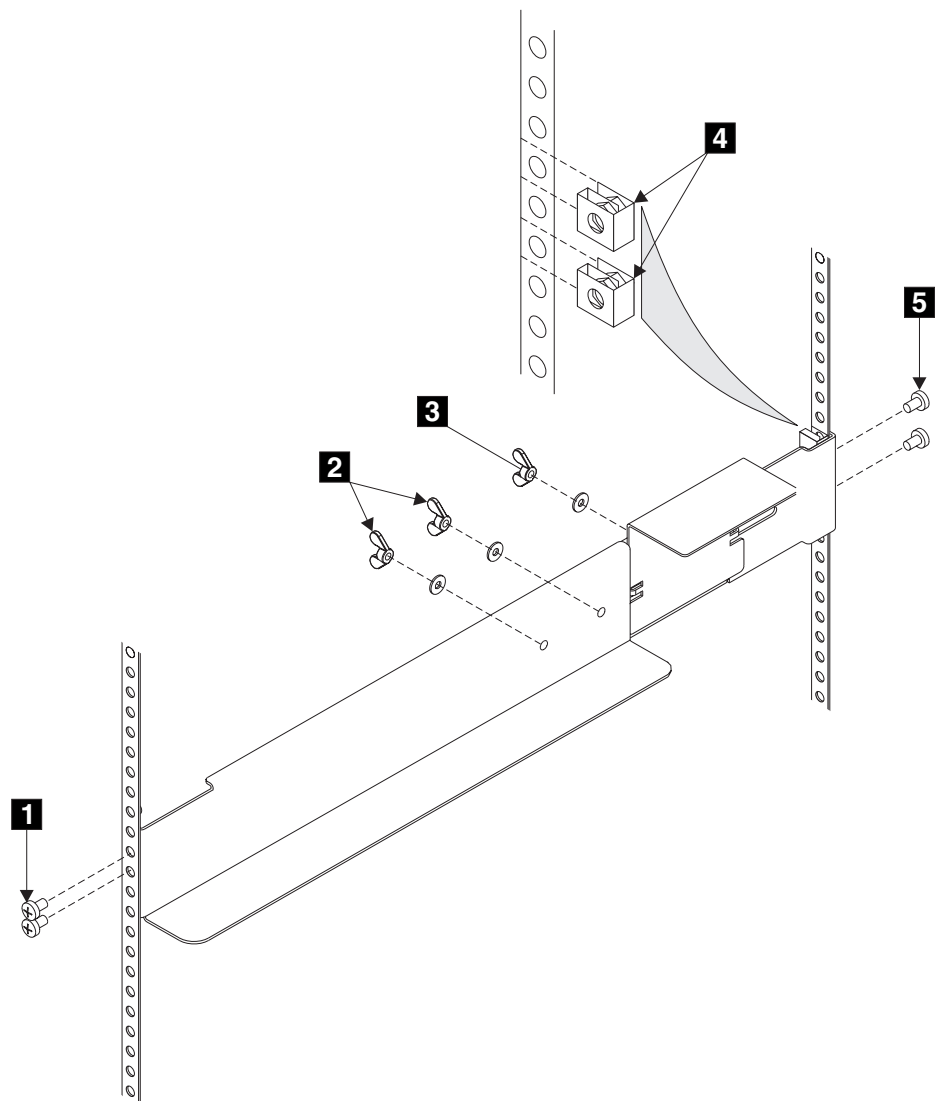

图 131. 将不间断电源的支撑导轨安装到机架中
3. 在机架背面观察 EIA 位置并确定将在何处安装不间断电源（请参阅第 181 页的图 131）。不间断电源必须总是安装在机架中最低的可用位置上。唯一可以比不间断电源的位置低的设备是另一个不间断电源。